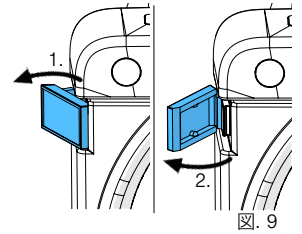

図. 9
- 開戸錠を開いてください（図9）。
- 開戸錠を開いてから（図9）、扉を外して、傍らに置いてください。
- 研削台 (5) の最先端部をボールヘッドの上方に引っ張り上げてください。
- 開戸錠を開いてから（図9）、扉を外して傍らに置いてください。
- ネジ付き引き抜きハンドル (11) をフランジにはめて、フランジ (23) が外れるまで回してください。